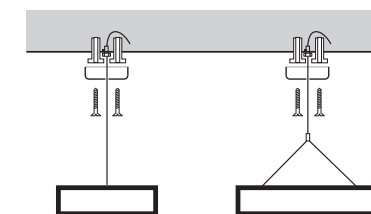

Рис. 4 Схема подвешного монтажа светильника PSO-01
- 1.7.3 подвешивается к любым прочим поверхностям при помощи специальных подвесов ШК 4895205052314 и ШК 4895205052338 (см. Рис.4).